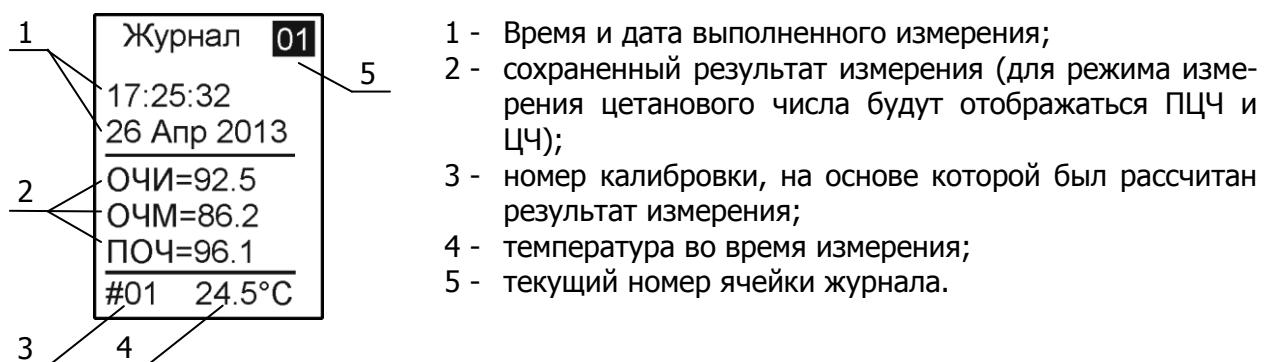

Рисунок 13 — Просмотр журнала
- кнопками (\uparrow , \downarrow) установить желаемую ячейку памяти для просмотра (рисунок 13);